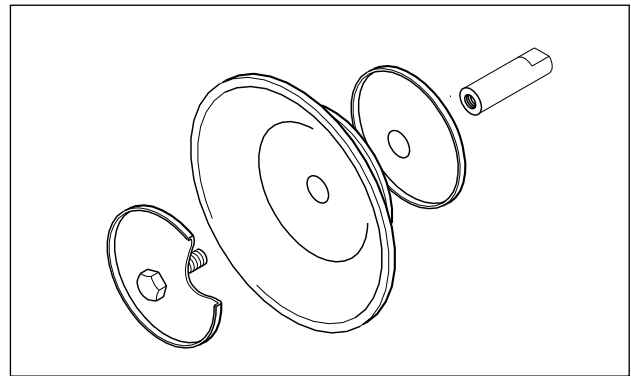

Рис. 13: Монтаж стандартной диафрагмы с внутренней и внешней тарелкой
- У насосов DL 40, 50 и 80 с политетрафторэтиленовыми диафрагмами имеется внутренняя диафрагменная тарелка увеличенной толщины для смещения хода. При последующем переоборудовании на диафрагмы из PTFE необходимо использовать соответствующие тарелки (рис.13).